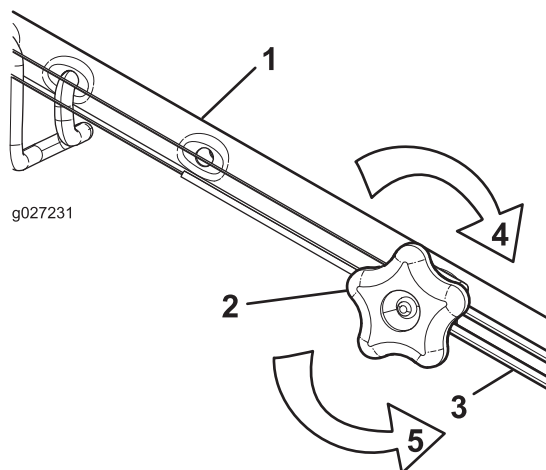

Figure 25
1. Tournez le bouton de réglage dans le sens antihoraire pour desserrer le réglage du câble (Figure 25).
2. Ajustez la tension du câble (Figure 25) en le tirant en arrière ou en le poussant en avant puis en le maintenant à cette position.